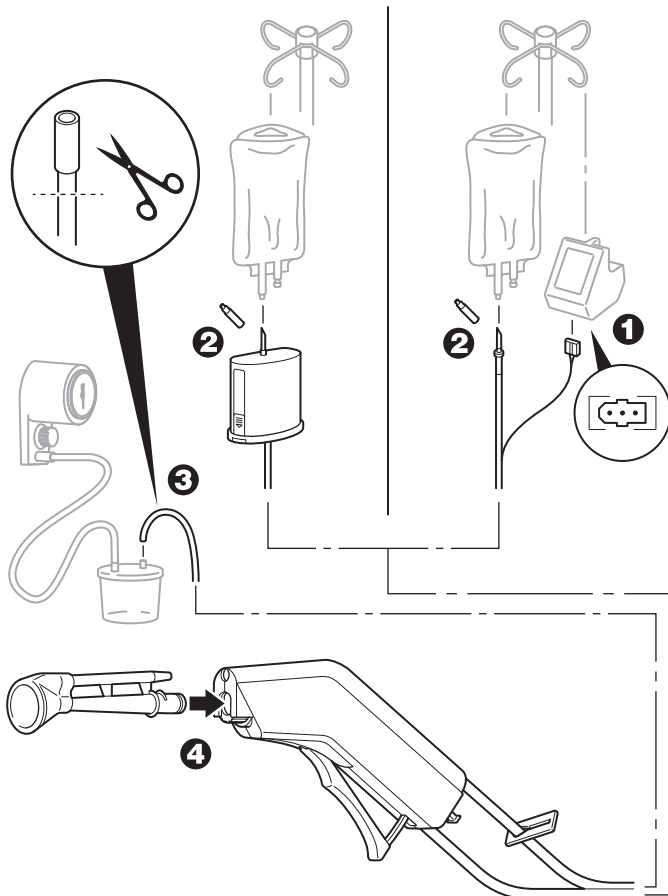

Abbildung 1 – Zusammensetzen des Handstücks
- Bei Verwendung eines Handstückes mit wiederaufladbarer Stromversorgungseinheit den Stecker des Stromkabels des Handstückes in die Buchse der wiederaufladbaren InterPulse Stromversorgungseinheit REF 0211-022-000 stecken (Abbildung 1). Siehe die dem Ladegerät für die InterPulse Stromversorgungseinheit beiliegende Gebrauchsanleitung.